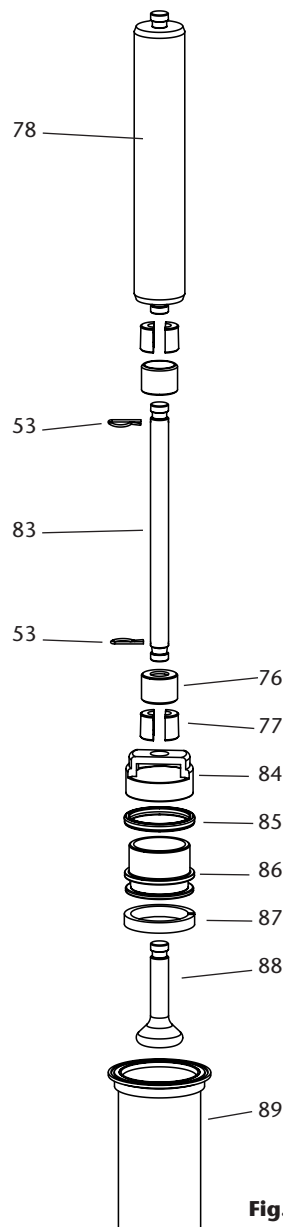
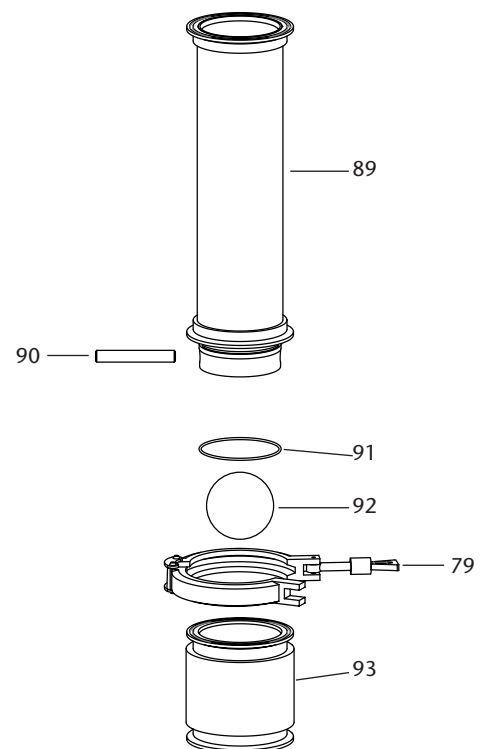

Fig. 13
Fig. 14
12. Manteniendo con una mano el vástago (78) y con otra el cilindro (89), empuje el conjunto del pistón (86) hasta liberarlo del cilindro (fig. 13).
13. Mientras mantiene el vástago (78) en una mano, retire el muelle (53) más cercano al mismo y libérela del conjunto. Ahora ya puede depositar el vástago (78) en un lugar dónde no se dañe.
14. Retire el último pasador (53) y abra el acople restante (77). Ahora ya puede liberar el pistón (86) extrayéndolo de la válvula impulsión (88). A continuación separe las dos mitades del pistón (84,86). Por último extraiga el collarín (85) y la guía (87).
15. Retire la abrazadera (79) del cuerpo entrada fluido (93) y separe el cilindro (89) del cuerpo entrada fluido (93) (fig. 14).
16. Extraiga la junta tórica (91) y el pin del cilindro (90). Retire la válvula (92) del cuerpo de entrada de fluido (93). Después de realizar la limpieza de los componentes, revise los componentes en busca de desgaste o daños (principalmente las juntas), la bomba ya está lista para su ensamblaje.
12. En tenant la tige (78) d'une main et le cylindre (89) de l'autre, pousser l'ensemble piston (86) jusqu'à ce qu'il se dégage du cylindre (fig. 13).
13. Tout en tenant la tige (78) d'une main, retirer le ressort (53) le plus proche et le dégager de l'ensemble. Vous pouvez maintenant déposer la tige (78) à un endroit où elle ne sera pas endommagée.
14. Retirer la dernière goupille (53) et ouvrir l'accouplement restant (77). Vous pouvez maintenant libérer le piston (86) en le retirant de la soupape de décharge (88). Séparez ensuite les deux moitiés de piston (84,86). Retirez enfin le collier (85) et le guide (87).
15. Retirez le collier (79) du corps d'entrée de fluide (93) et séparez le cylindre (89) du corps d'entrée de fluide (93) (fig. 14).
16. Retirez le joint torique (91) et la goupille cylindrique (90). Retirez la vanne (92) du corps d'entrée de fluide (93).
12. Halten Sie mit einer Hand die Stange (78) und mit der anderen den Zylinder (89) und drücken Sie die Kolbenbaugruppe (86), bis sie sich vom Zylinder löst (Abb. 13).
13. Halten Sie den Schaft (78) mit einer Hand fest, entfernen Sie die Feder (53), die ihm am nächsten liegt, und lösen Sie sie aus der Baugruppe. Nun können Sie den Vorbau (78) an einer unbeschädigten Stelle ablegen.
14. Entfernen Sie den letzten Stift (53) und öffnen Sie die verbleibende Kupplung (77). Jetzt können Sie den Kolben (86) lösen, indem Sie ihn vom Ablassventil (88) entfernen. Anschließend die beiden Kolbenhälften (84,86) trennen. Zum Schluss den Kragen (85) und die Führung (87) entfernen.
15. Entfernen Sie die Klemme (79) vom Materialeinlasskörper (93) und trennen Sie den Zylinder (89) vom Materialeinlasskörper (93) (Abb. 14).
16. O-Ring (91) und Zylinderstift (90) entfernen. Retire la válvula (92) del cuerpo de entrada de fluido (93).